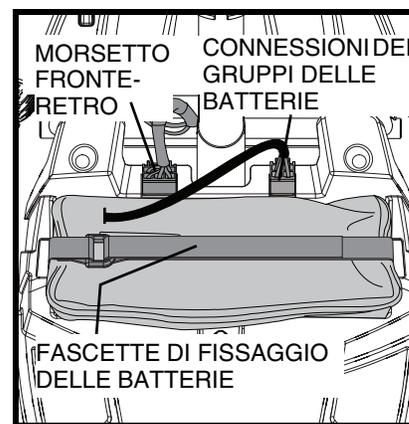

Figura 24. Collegamenti gruppo
5. Scollegare la fascetta di fissaggio delle batterie. **Vedere figura 24.**
6. Collegare il cavo anteriore-posteriore. **Vedere figura 24.**
6. Reinstallare le batterie negli alloggiamenti. **Vedere figura 24.**